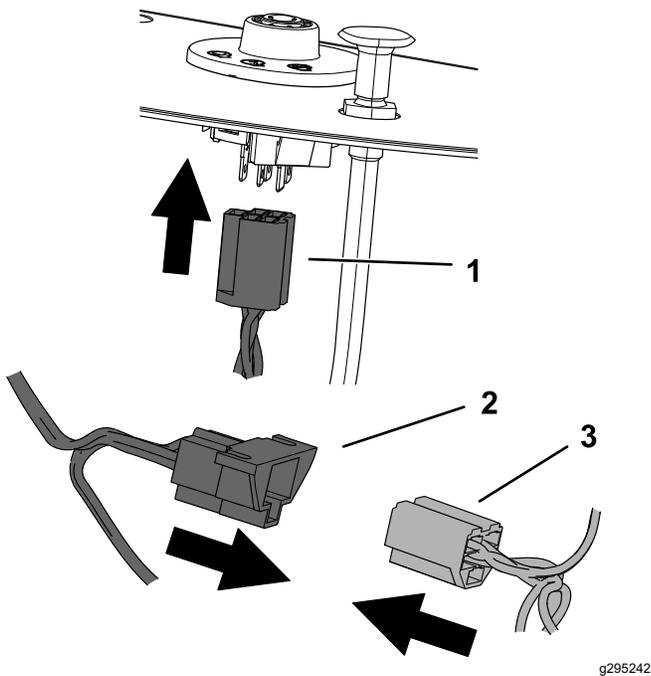

Figura 7
3. Conecte el conector de entrada del interruptor de encendido del arnés de cables del kit al interruptor de encendido (Figura 7).
4. Conecte el conector de salida del interruptor de encendido al conector del interruptor de encendido del arnés de cables de la máquina (Figura 7).